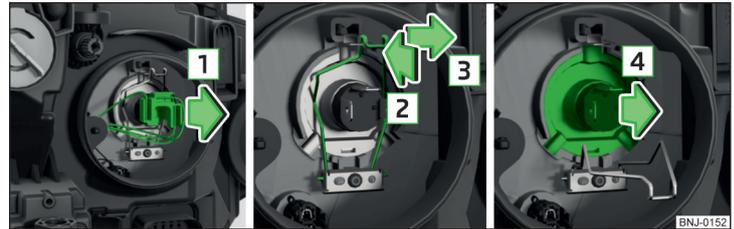

Abb. 206 Glühlampe für Ablendlicht und Fernlicht wechseln
- Die Steckerrastung drücken und den Stecker mit Wackelbewegungen in Pfeilrichtung **1** » Abb. 206 herausnehmen.